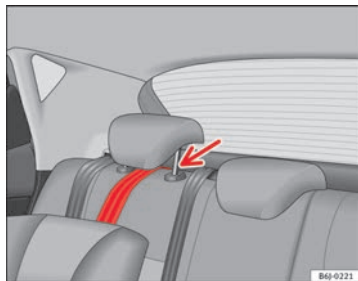

Fig. 36 Correia de fixação: ajuste correcto e montagem
- Passar a correia de fixação do Top Tether por baixo do encosto de cabeça do lugar traseiro → Fig. 36 (levantar o encosto de cabeça se for necessário).